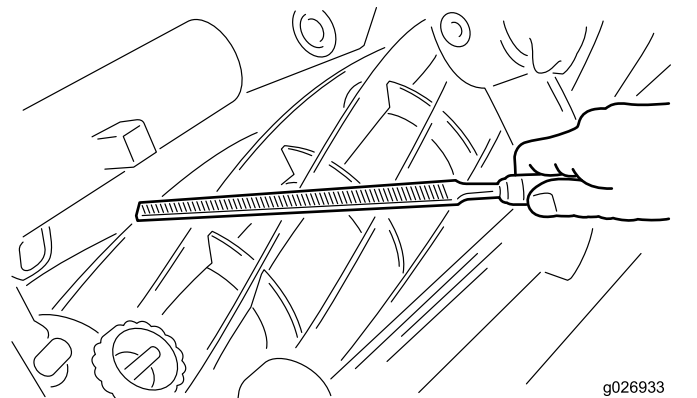

Bild 10
4. **Treffen auf einen Fremdkörper:** Das Untermesser und die Spindel-Schnittkanten können bei Aufprall auf einen Fremdkörper beschädigt werden. Der Schaden, wenn er nicht schwerwiegend ist, kann vor Ort repariert werden. Starten Sie damit, höhere Stellen auf dem Untermesser und der Spindel abzufilen (Bild 10). Verwenden Sie einen Kugelhammer, um verbogene Spindelmesser wieder zu begradigen. Da das Untermesser normalerweise bei einem Aufprall von der Spindel wegspringt, muss das Untermesser eingestellt werden. Siehe: Untermesser parallel zur Spindel ausrichten.